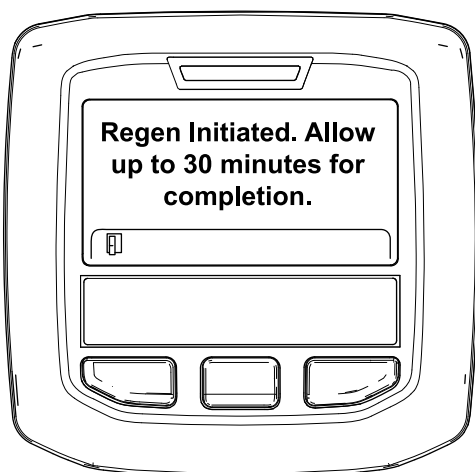

Figure 36
- Si la régénération est permise, le message "Regen Initiated. Allow up to 30 minutes for completion" (Régénération lancée. Attendre jusqu'à 30 minutes qu'elle se termine) s'affiche sur l'InfoCenter; attendez que la machine achève le processus de régénération stationnaire (Figure 36).